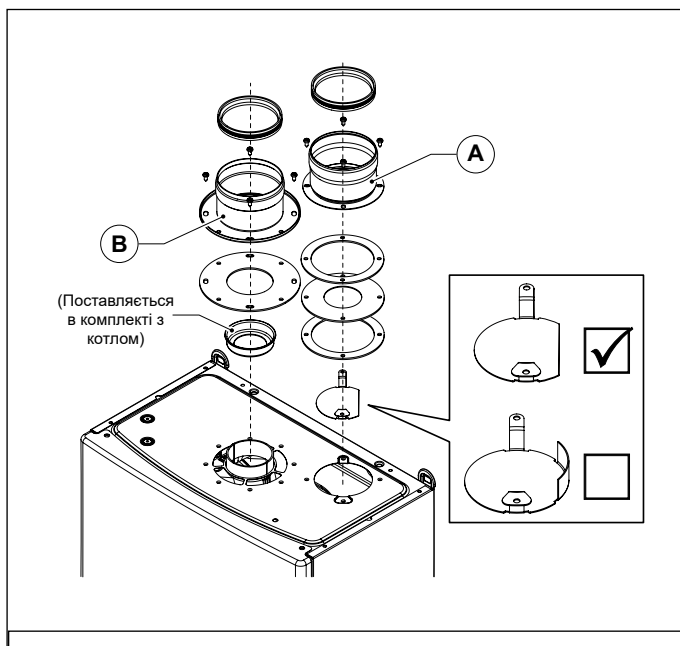

Рис. 12 OSDOPPIA13
- Змонтуйте відповідний дефлектор повітря (дивись Рис. 12 0SDOPPIA13).
- Змонтуйте відповідний дефлектор повітря (дивись Рис. 12 OSDOPPIA13).